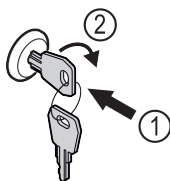

Fig. 145
- ▶ Klíč zasuňte dovnitř Fig. 145 (1).
- ▶ Otáčejte klíčem o 90° ve směru hodinových ručiček Fig. 145 (2).